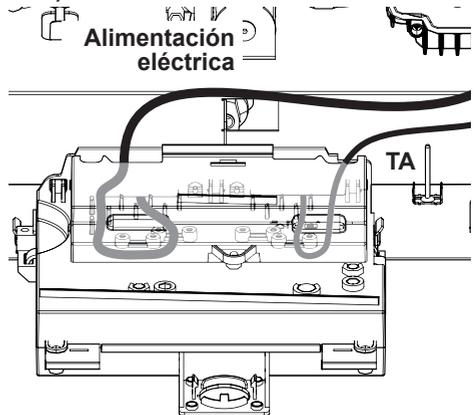

Figura 5.19
- Conecte el cable de alimentación eléctrica al interruptor omnipolar respetando la correspondencia de la línea (hilo marrón) y del neutro (hilo azul claro) (Figura 5.19).